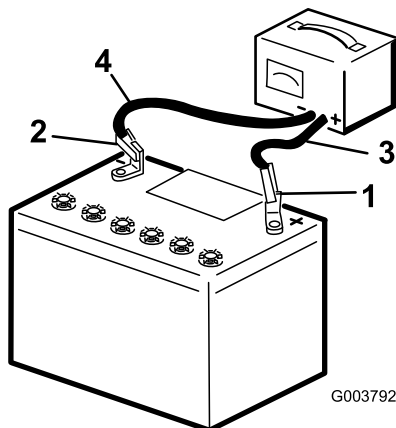

Bild 70
4. Schließen Sie das Plus-Batterieladegerätkabel am Pluspol der Batterie an (Bild 70).
5. Schließen Sie das Minus-Batterieladegerätkabel am Minuspol der Batterie an (Bild 70).
7. Wenn die Batterie ganz aufgeladen ist, ziehen Sie den Stecker des Ladegeräts aus der Stromquelle. Klemmen Sie dann die Klemmen des Ladegeräts von den Batteriepolen ab (Bild 70).